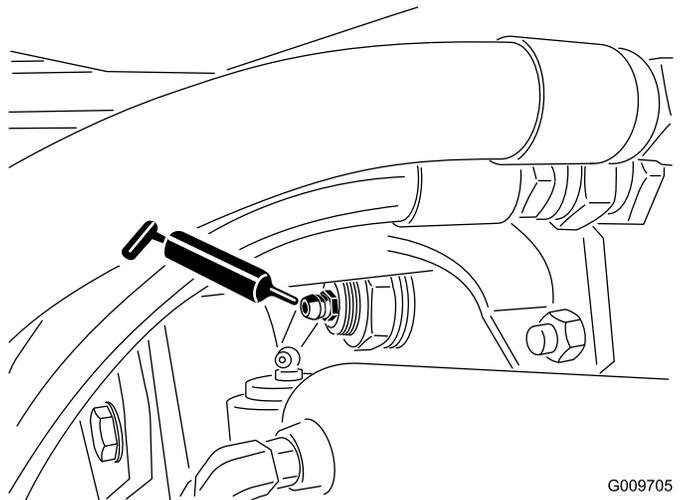

Bild 48
- Hinterachse-Drehbüchsen (2) (Bild 48)